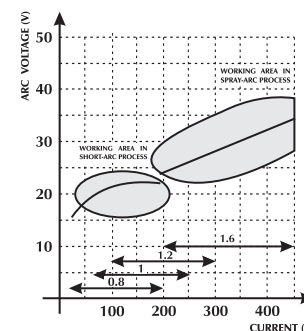

Fig. 2 Diagram for valg av beste arbeidskarakteristikk.
- Matehastigheten er proporsjonal med sveisestrømmen. I Fig. 2 og 3 blir forholdet mellom de ulike sveiseparametrene vist.